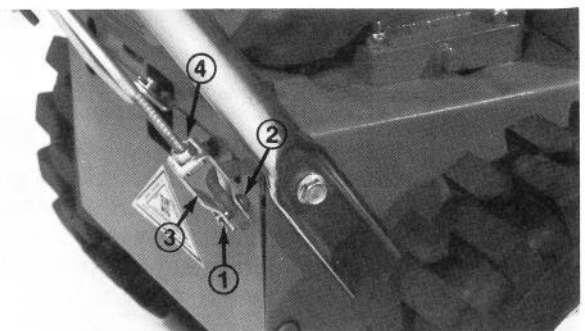

Figure 27
2. Enlevez la goupille fendue et la cheville d'étrier qui maintiennent l'étrier à la tige de commande inférieure (Fig. 27).